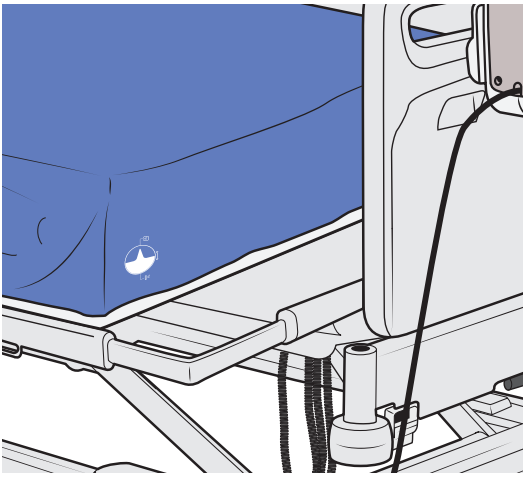

図 55
1. マットレスの下部にあるバルブ記号を確認します。図 55 を参照してください。
マットレスの下部にあるバルブ記号を確認します。図 55 を参照してください